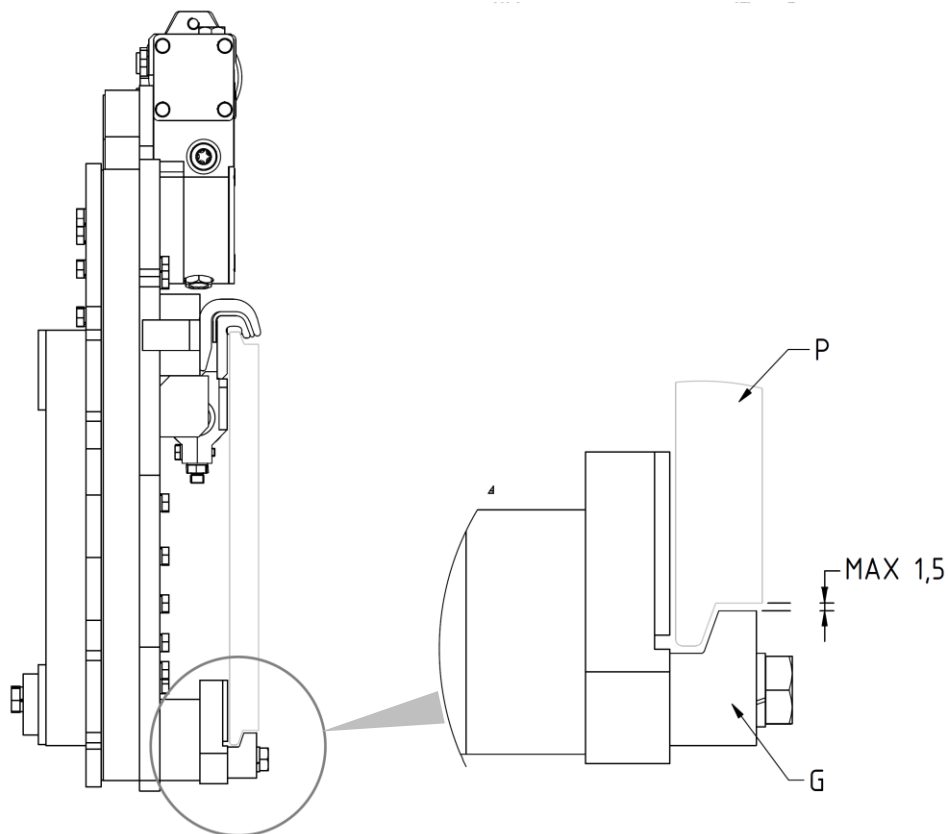

Figura 11
8. Riavvitare i 2 ganci inferiori G in modo che il corpo di questi rimanga agganciato anche inferiormente alla piastra porta forche P (con gioco max. 1,5mm, vedi dettaglio *Figura 11*), serrando con coppia di serraggio indicata nella *Tabella 4*.